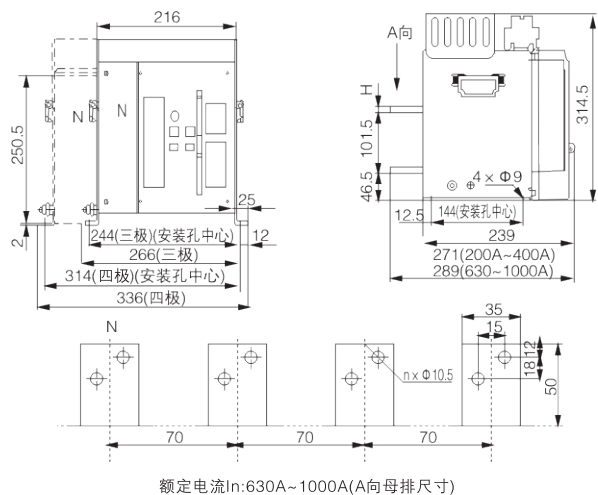

图14a
• CFW45-1000固定式断路器的安装尺寸和外形尺寸, 见图14a